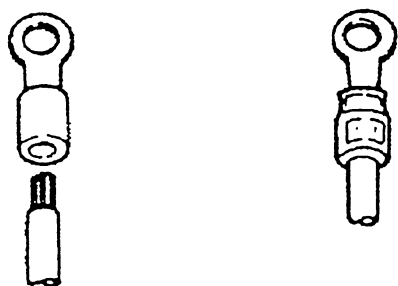
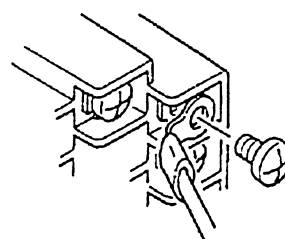

図5.2.1
図5.2.2 ネジ入力端子形の場合
- 2) ネジ入力端子形の場合 /SIT 付加にて可能。リード線等の末端には図 5.2.1 に示す絶縁スリーブ付圧着端子 (4mm ネジ用) の使用をおすすめします (図5.2.2)。